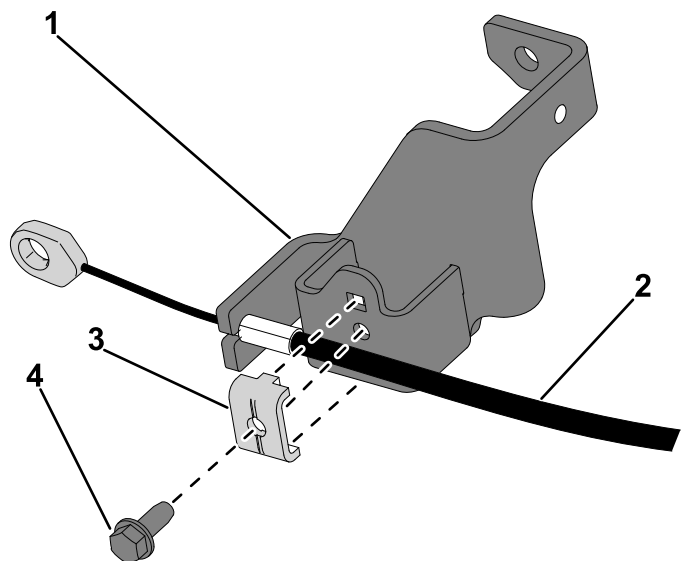

Figura 12
- B. Montate il nuovo serrafilo per cavi alla staffa della trasmissione idrostatica, e fissate il bullone esagonale con testa conica (1/4" x 5/8") (Figura 12).